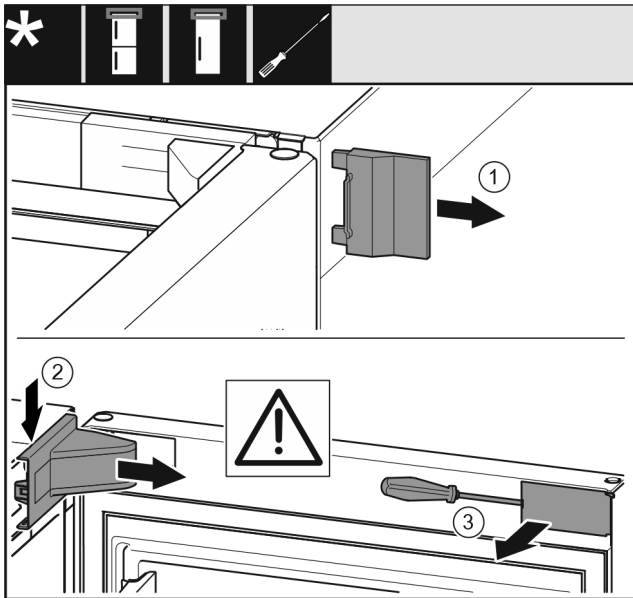

Fig. 6
- Detașați apărătoarea exterioară. Fig. 6 (1)
- Deblocați și desfaceți apărătoarea suporturilor de lagăr. Detașați apărătoarea suporturilor de lagăr. Fig. 6 (2)
- Deblocați masca cu șurubelnița plată și pivotați-o în lateral. Fig. 6 (3)